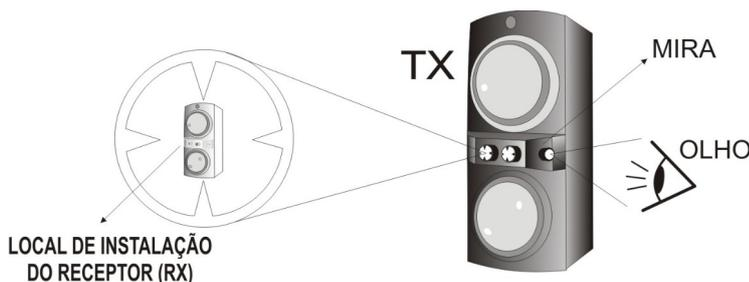

Figura 3
- 3 – Com o auxílio do “espelho” defina o lugar onde será instalado o receptor como mostra a figura 3 abaixo;